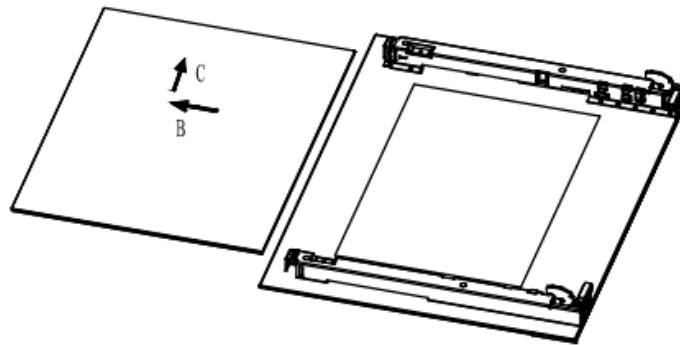

Fig.4
4. Saque el vaso del medio. (Fig.4)